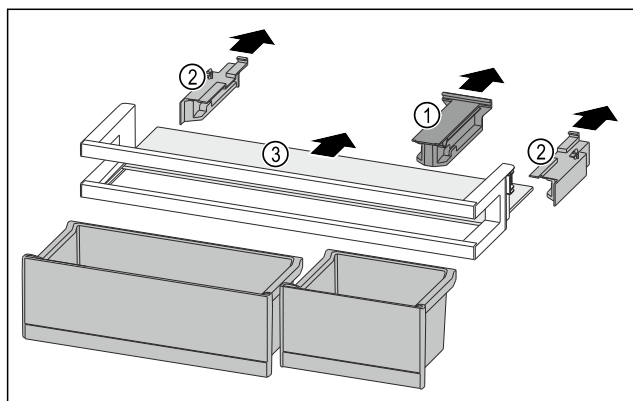

Fig. 127
- ▶ Držák Fig. 127 (1) stáhněte.
- ▶ Boční díly Fig. 127 (2) stáhněte.
- ▶ Odkládací plochu Fig. 127 (3) odeberte.